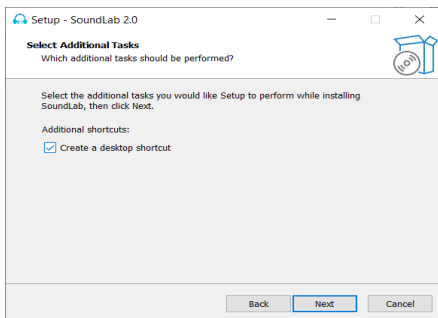

Figura 25
10. Nesta etapa, o instalador exibe a tela com a barra de progresso, que indica o andamento da instalação no sistema, conforme indicado na Figura 25.